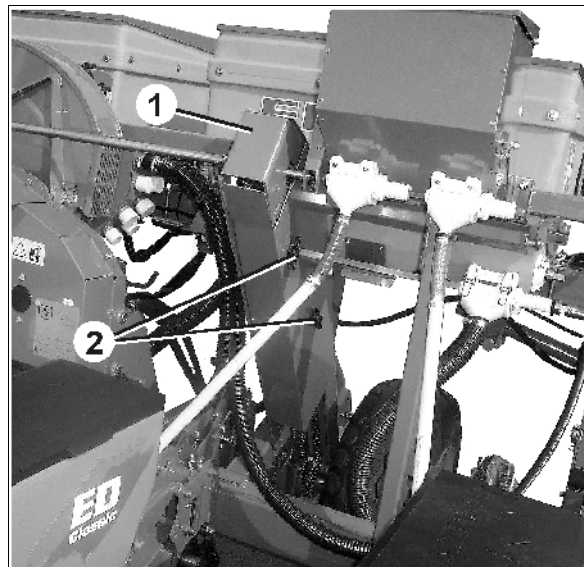

Fig. 50
1. Flügelmutter (Fig. 50/2) lösen.
2. Kettenschutz (Fig. 50/1) abnehmen.